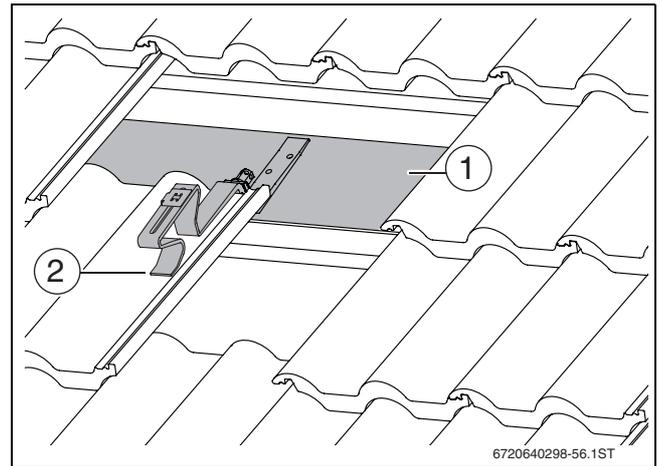

Fig. 21 Fixação do caibro fixa sobre tábua/prancha
- ▶ Se necessário, fixar no caibro tábuas/pranchas com capacidade de carga suficiente (→ fig. 21 [1]). Se necessário, remover as ripas de contorno nesta área.
- ▶ Colocar o apoio à frente (→ fig. 21 [2]) sobre as telhas, de forma a que caso de carga assente numa concavidade.